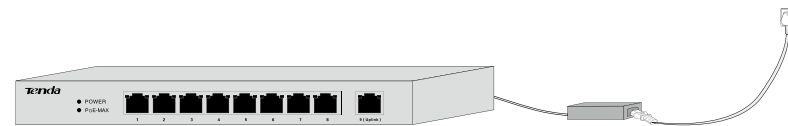

图 3-3 连接电源
**步骤 3**：使用产品包装盒内的电源适配器给交换机供电。如图 3-3 所示。